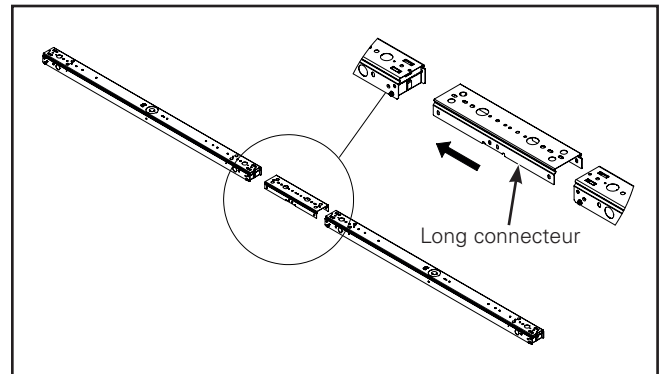

Figure 2.
2. Fixer le raccord de canal à l'un des canaux. (Figure 2.)